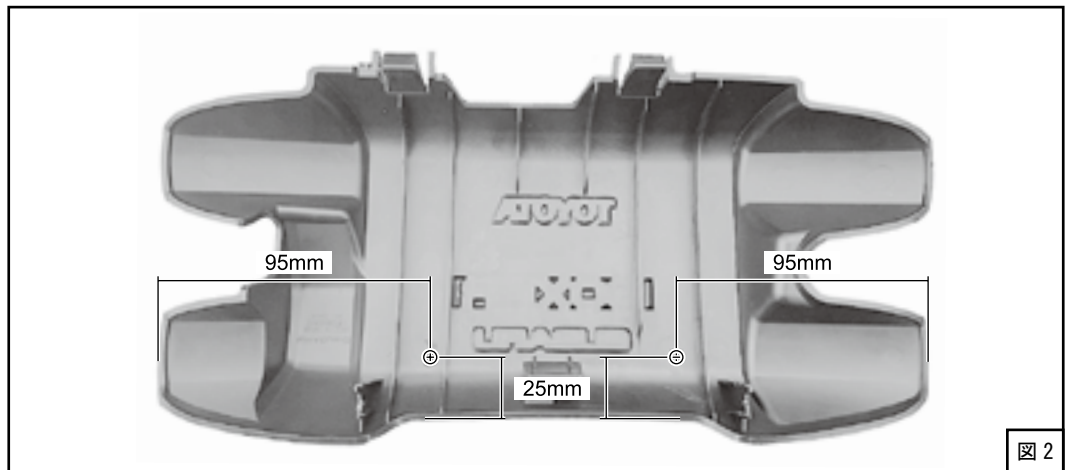

図2
- (2) 図2を参照して純正エンジンカバーにφ6の穴を2箇所開けてください。(図2)